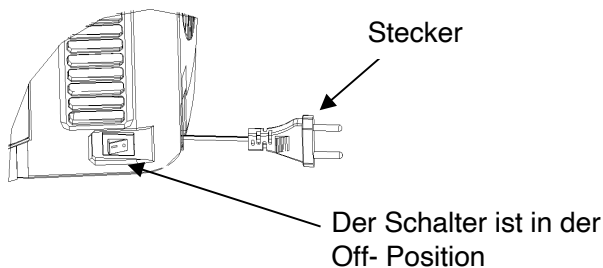

Abbildung 11
3. Drehen Sie den Power-Schalter in die "I" Position auf dem Bierkühler. (Die "0" Position steht für Ausschalten)(wie auf der Abbildung 11 dargestellt)